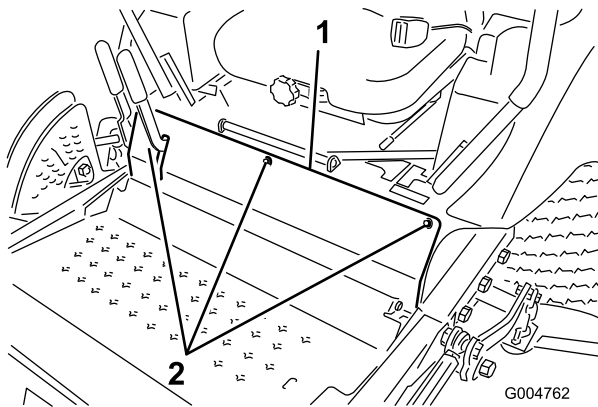

図 61
3. 前パネルを止めているボルトを外して前パネルを外す(図 61)。